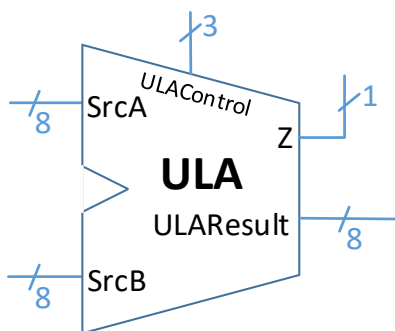

Figura 1 – Módulo ULA.
1. Faça a descrição de hardware de um módulo, denominado ULA, que realize 5 operações lógicas/aritméticas conforme a Tabela 1. As entradas e saídas do módulo são ilustradas na Figura 1, usando a linguagem Verilog.